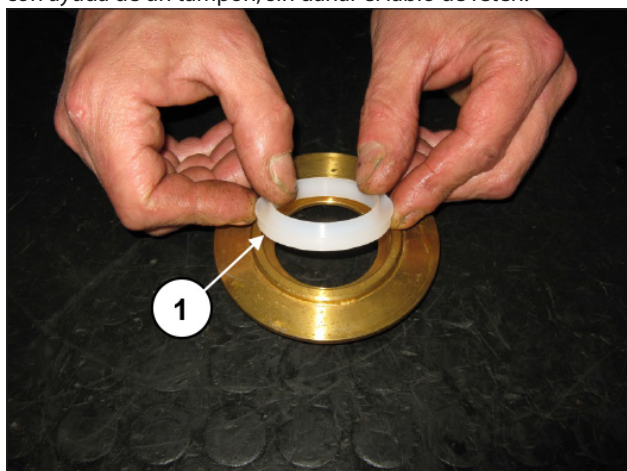

Fig. 121
Ajustar los tornillos con la llave dinamométrica como se indica en el apart. 3 "CALIBRACIÓN DE AJUSTE DE LOS TORNILLOS". Montar el retén en el alojamiento del soporte (pos. ①, Fig. 121) con ayuda de un tampón, sin dañar el labio de retén.